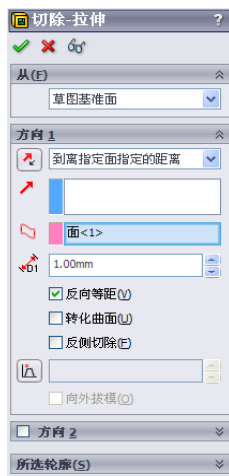

图 5-176 “拉伸-切除”属性管理器
⑦ 拉伸切除实体。选择菜单栏中的“插入”→“切除”→“拉伸”命令，或者单击“特征”工具栏中的“拉伸切除”图标按钮，此时系统弹出如图 5-176 所示的“切除-拉伸”属性管理器。在“终止条件”一栏的下拉菜单中，选择“到离指定面指定的距离”选项，在“面/平面”一栏中，选择距离基准面 1 较近一侧的扫描实体面；在“等距距离”一栏中输入值 1；勾选“反向等距”选项。单击属性管理器中的“确定”图标按钮，完成拉伸切除实体。